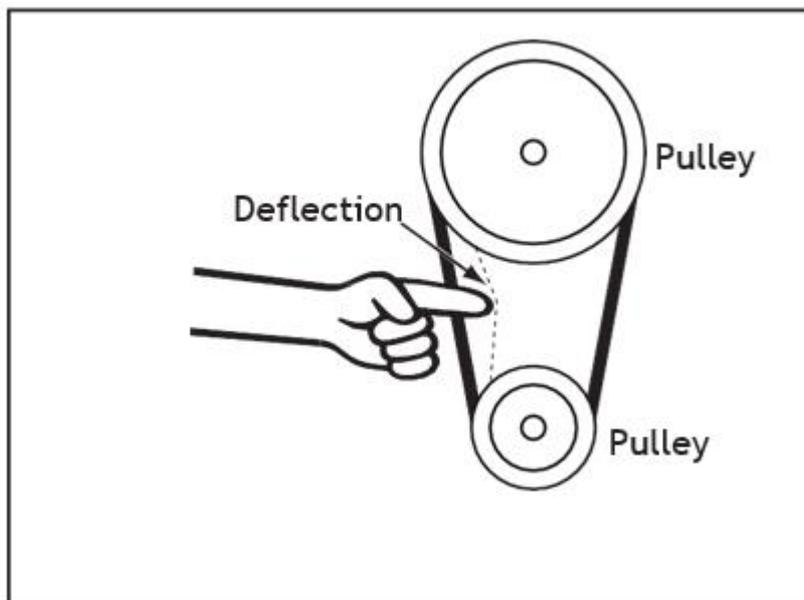

Рисунок 10. Измерение прогиба клинового ремня.
5. Установите корпус ремня (в сборе) таким образом, чтобы при приложении умеренного давления к клиновому ремню между шкивами прогиб клинового ремня составлял около 6,4 мм (см. рис. 10), затем полностью затяните винты с головками, чтобы закрепить корпус ремня в сборе на месте.